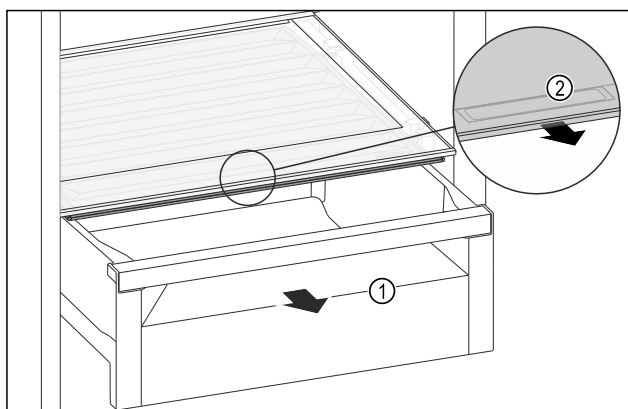

Fig. 114
- Zásuvku Fig. 114 (1) vytáhněte.
- Uchopte prohlubeň pro rukojeť Fig. 114 (2) na víku zásuvky a současně zatáhněte za víko zásuvky směrem dopředu.